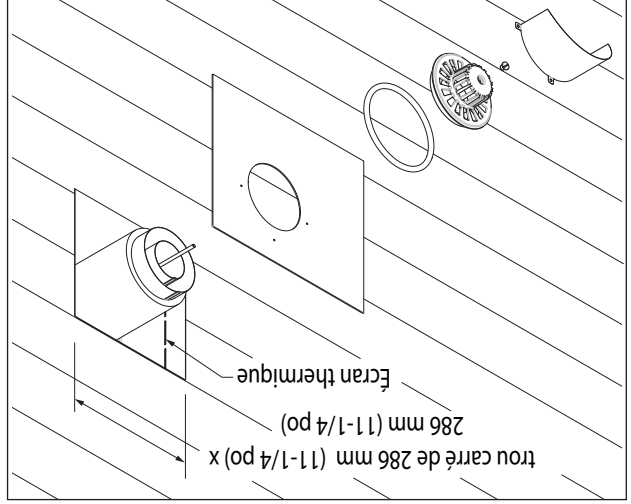

Figure 9
- La plaque de montage extérieure (F) et l'anneau en caoutchouc silicone (G) doivent être installés entre le capuchon de l'évent (A) et le mur extérieur. Remarque : Pour plus de sécurité, la plaque de montage extérieure (F) peut être fixée à l'extérieur du mur à l'aide du matériel approprié pour le montage sur la surface du bâtiment. La plaque de montage extérieure (F) doit être positionnée au ras du mur et scellée avec un mastic non durcissant (mastic de silicone). Lorsque vous positionnez la plaque de montage extérieure (F) pour l'installation, assurez-vous que le trou de décalage est situé à droite de la plaque de montage.
- Avant de fixer le chapeau d'évacuation (A) au mur extérieur, appliquez un cordon de mastic non durcissant (silicone) autour de son bord extérieur, de manière à assurer l'étanchéité entre lui et la plaque de montage extérieure (F).
- Faites glisser le capuchon d'évent (A) en position et fixez-le à l'aide de l'écrou fourni (E). Serrez l'écrou (E) jusqu'à ce que le capuchon de ventilation (A) s'appuie sur la plaque de montage extérieure (F) (voir figure 9).
- Fixer l'écran pare-pluie (J) à la plaque de montage extérieure (F)